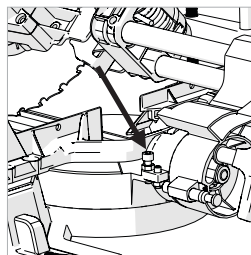

Fig. 23
- Allentare il controdamo sulla vite di regolazione dell'angolo di smusso. (**Fig.23**)